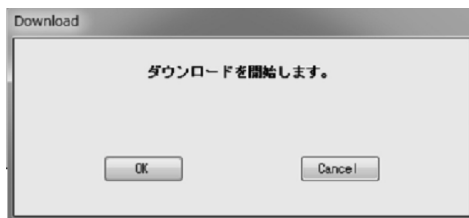

図180
- ⑥ メッセージボックス(図180)が表示されますので、変換器へデータをダウンロードする場合は「OK」ボタンをクリックして下さい。